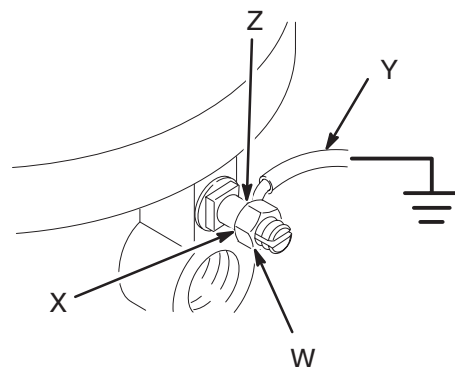

Fig. 1
- **Pompa:** utilizzare un filo di terra con morsetto. Vedere Fig.1. Allentare il controdado dello spinotto di terra (W) e della rondella (X). Inserire un'estremità di un filo di terra con un diametro minimo di 1,5 mm² (Y) nella fessura del capocorda (Z) e serrare saldamente il dado di blocco. Collegare l'altra estremità del filo a una messa a terra efficace. Per il filo di terra e il morsetto, ordinare il codice 237569.